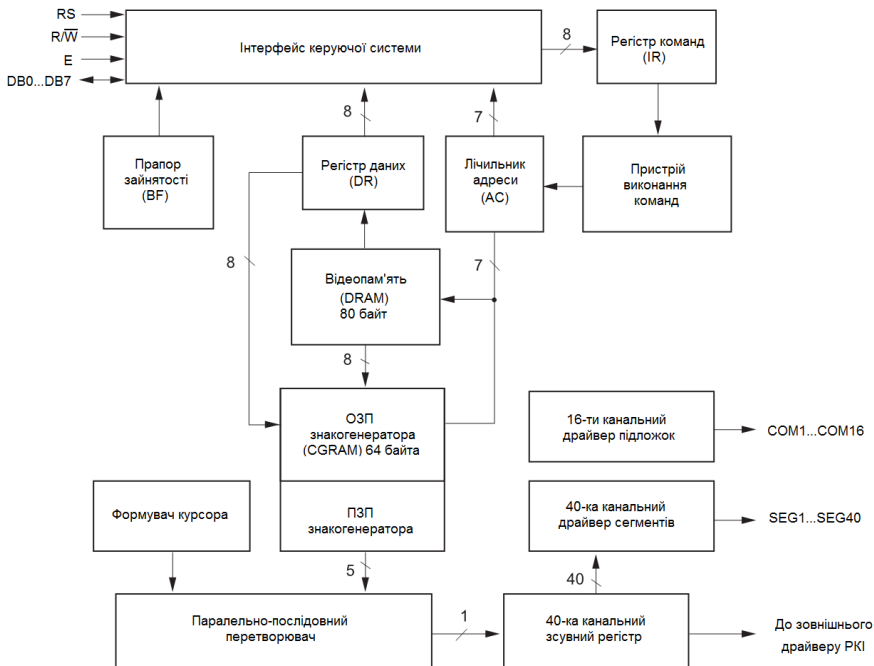

Рис. 6
Спрощена структурна схема контролера приведена на рис. 6. Можна відразу виділити основні елементи з якими доводиться взаємодіяти при програмному управлінні: регістр даних (DR), реєстр команд (IR), відео-пам'ять (DDRAM), ОЗУ знакогенератора (CGRAM), лічильник адреси пам'яті (AC), прапор зайнятості контролера.